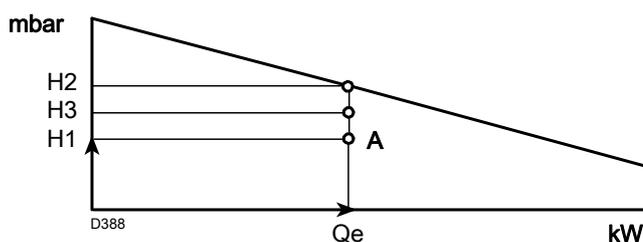

图 3
- 4 从点 A (图 3) 处垂直画一条线，找到相应出力值的最大压力“H2”。
如果“H3”大于“H1” (图 3)，则燃烧器能提供所需出力。